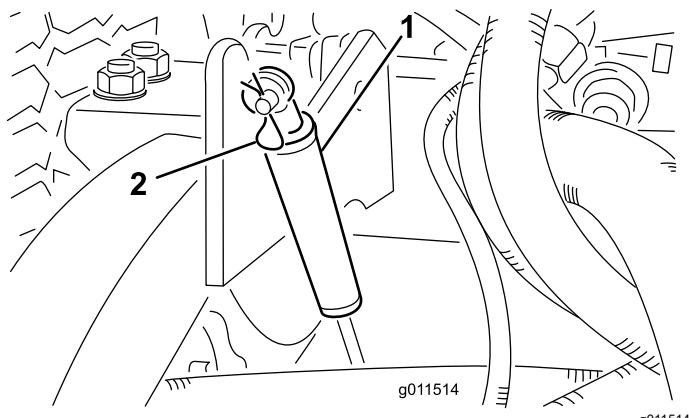

Bild 121
2. Nehmen Sie den Splint ab, mit dem die Stoßdämpfer an den Hubarmen befestigt sind (Bild 121).